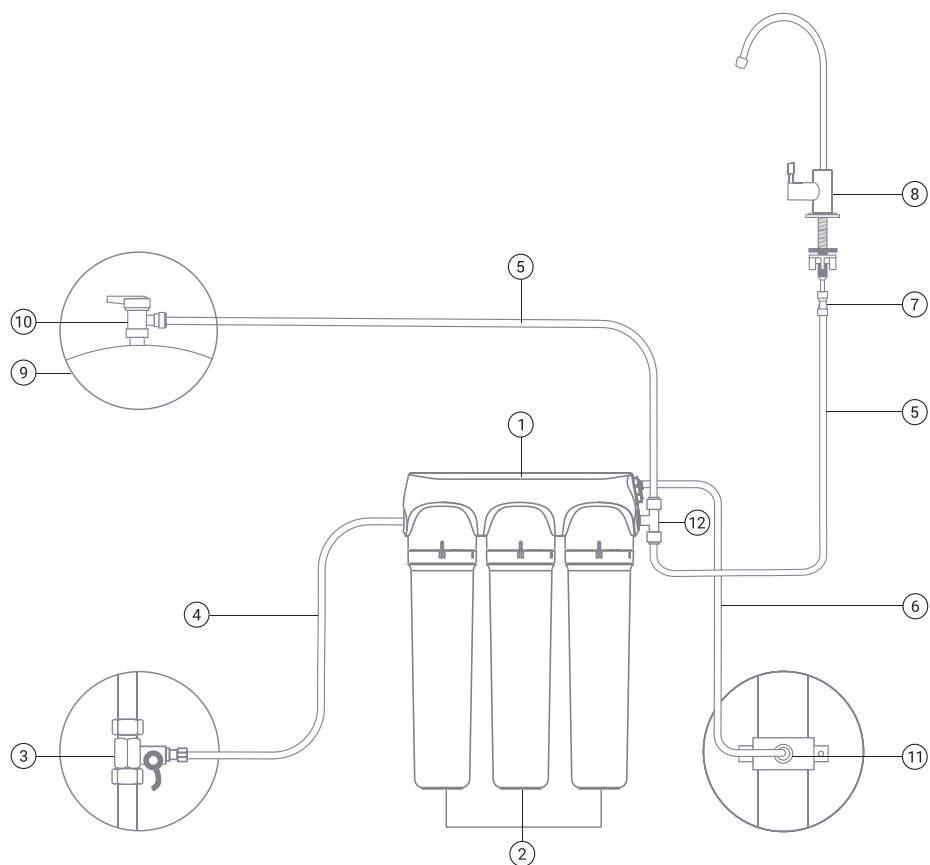
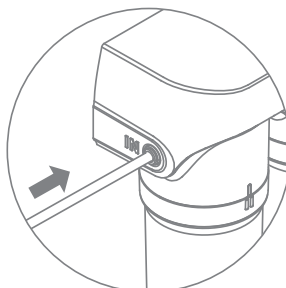

Рис. 12. Схема подключения Престиж Смарт Антибор
Рис. 19
- Вставьте до упора трубку зеленого цвета на вход фильтра – «IN» на скобе (рис. 19).
Вставьте до упора свободный конец трубки синего цвета в скобу фильтра с надписью «TANK». В фильтре Престиж Смарт Антибор свободный конец синей трубки подключается в фитинг-тройник 1/4" (рис. 12)/(рис. 19).